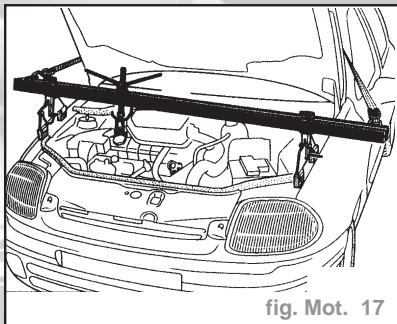

fig. Mot. 17
- Mettre en place l'outil de maintien moteur (fig. Mot. 17).
- Mettre en place le support moteur (fig. Mot. 17).